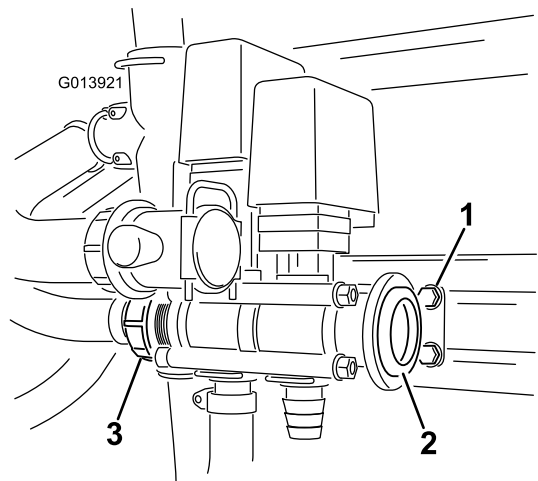

Figura 7
16. Aperte todos os parafusos num padrão em cruz um pouco de cada vez para assegurar que os anéis de retenção assentam devidamente para evitar fugas. Certifique-se de que o suporte está livre para se ajustar à medida que as válvulas se ajustam (Figura 7). O aperto máximo é de 271-339 N-cm.
19. Insira a junta no adaptador e coloque o grampo do parafuso sem fim desapertado sobre o corpo do adaptador (Figura 7).